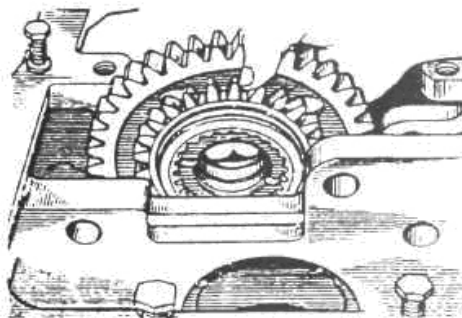

Рисунок 4.57
7) извлеките из корпуса КП шестерни, втулки, и зубчатую муфту (**рисунок 4.57**);